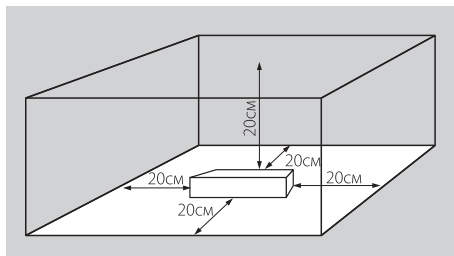

Рис.1
4.2. Для естественной вентиляции обеспечьте свободное пространство вокруг источника питания не менее 20 см, как изображено на Рис.1. При невозможности обеспечить свободное пространство используйте принудительную вентиляцию.